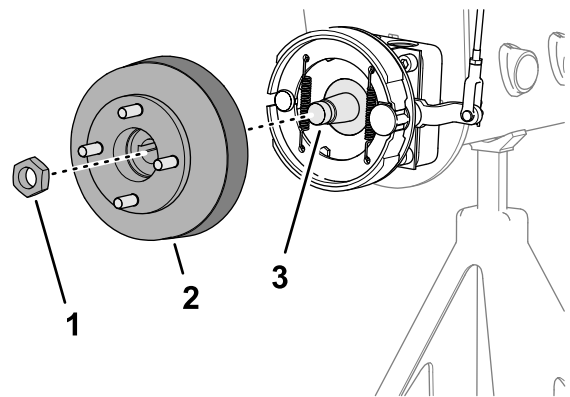
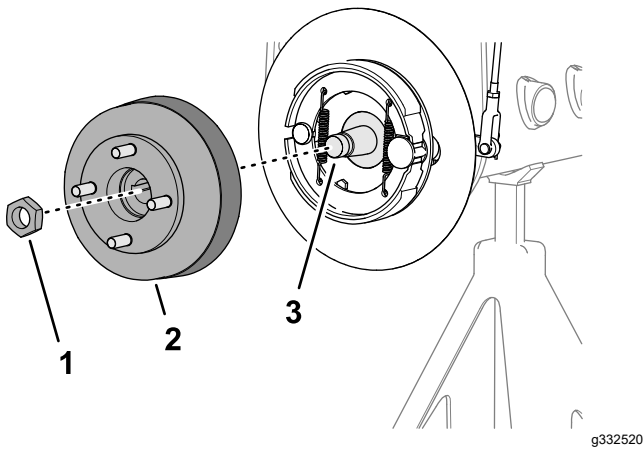

図 74
図 75
3. ホイールハブとブレーキドラムをホイールモータのシャフトに組み付ける図74または図75。